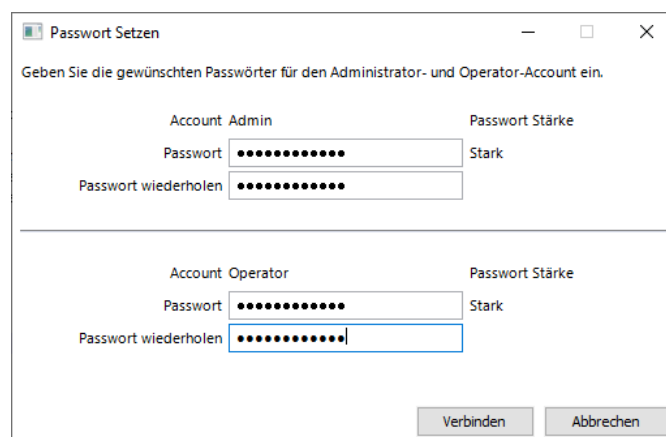

Abbildung 36: Setzen der initialen Passwörter im Verbindungsdialog.
12. Wenn sich das Gerät in der Werkseinstellung befindet, wird ein Dialogfenster angezeigt, in dem Sie aufgefordert werden, ein erstes Passwort für das Admin- und Operator-Konto festzulegen (siehe Abbildung 36). Sie müssen starke Passwörter eingeben und anschließend auf **Verbinden** klicken.